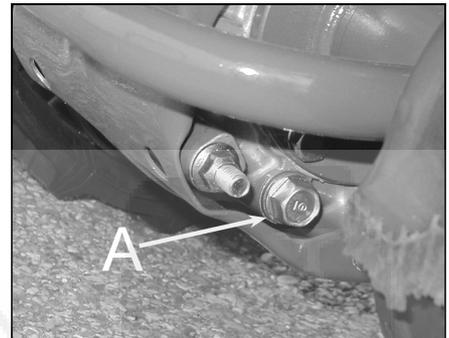

Figure 16
2. Dévissez le bouchon de vidange (figure 16, repère A) se trouvant à l'avant du boîtier de transmission et enlevez le.